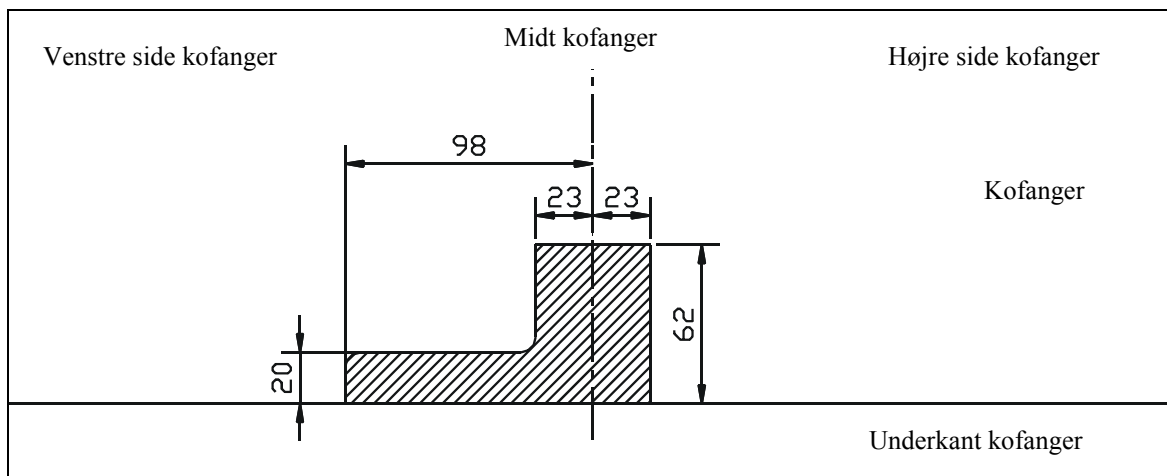
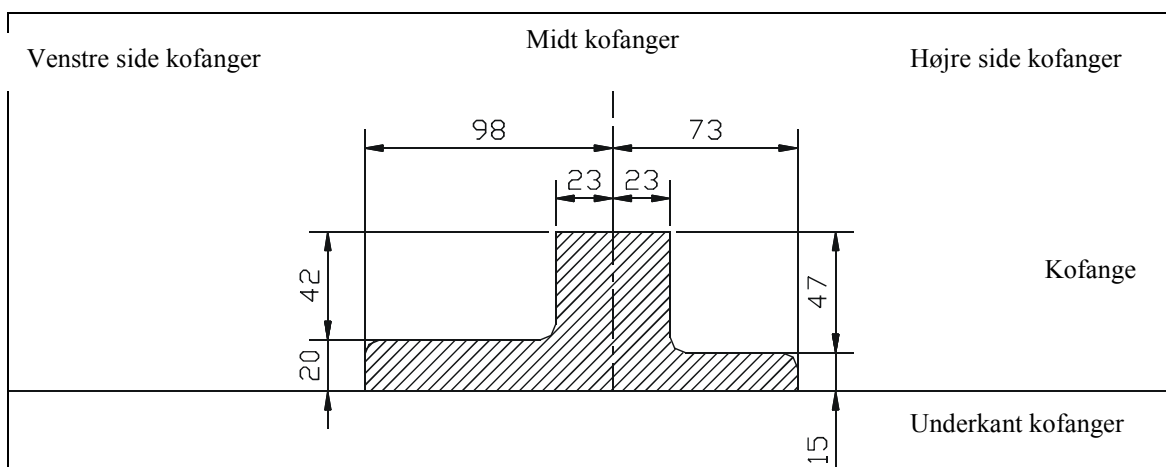

Fig. 1
Fig. 2
5. Lav udskæringen i kofangeren, Fig. 1(T48 fast kugle) og Fig. 2 (T38 aftageligt system)